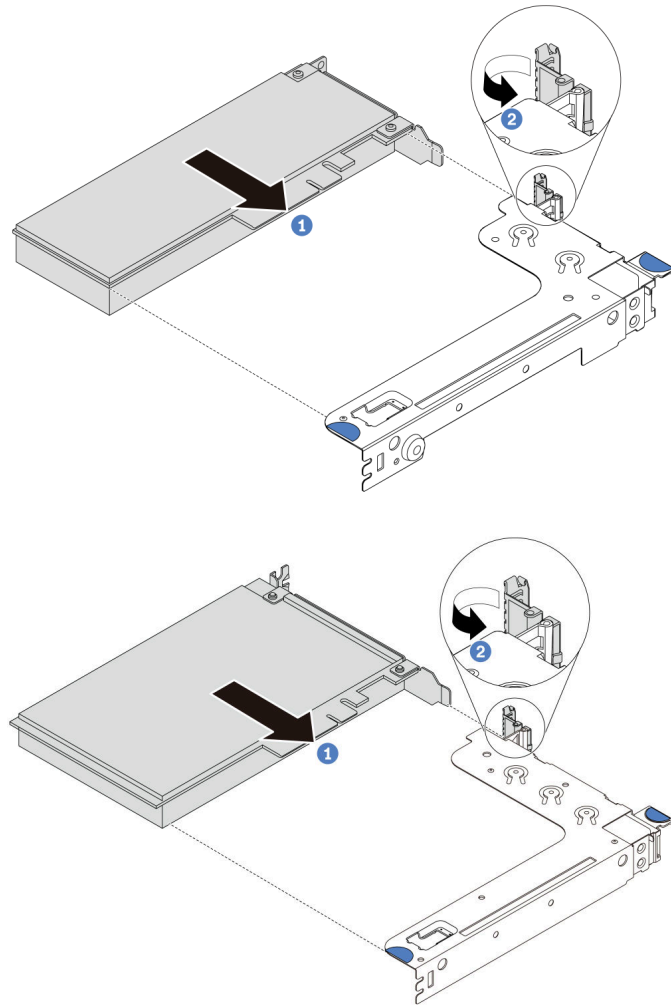

Figura 108. Installazione dell'assieme verticale 1 (LP/FHFL)
**Nota:** Lo switch di intrusione può essere installato solo nell'assieme verticale 1 (LP/FHFL). La staffa della scheda verticale in cui è installato lo switch di intrusione potrebbe avere un aspetto diverso dalla figura seguente, tuttavia il metodo di installazione è identico. Per i diversi tipi di staffa della scheda verticale supportati, vedere Figura 108 "Installazione dell'assieme verticale 1 \(LP/FHFL\)" a pagina 136.